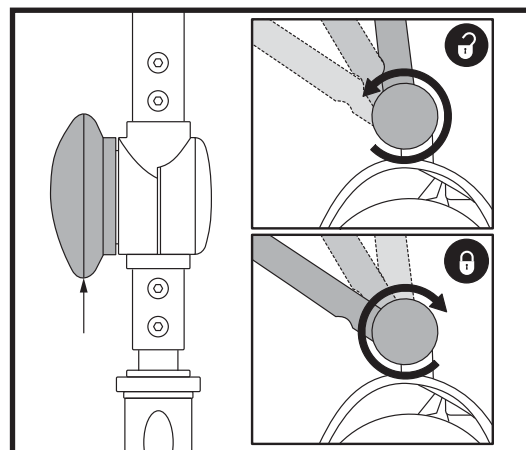

Figure 22. Réglage du guidon
REGLAGE DE L'INCLINAISON DU GUIDON (Voir la figure 22)
1. Avec le siège et la batterie retirés (voir les procédures de démontage sur la page précédente), abaissez le guidon et serrez le bouton de réglage. **Voir la figure 22.**